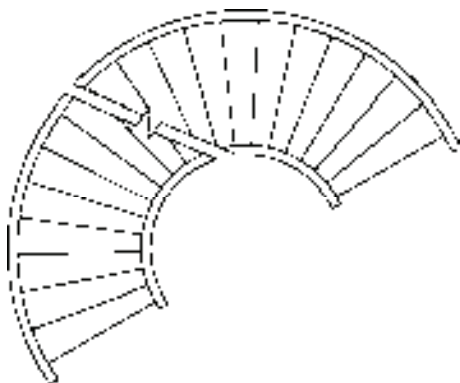

图 6-50 创建扶手
3) 按〈Enter〉键, 即可完成扶手的添加操作, 结果如图 6-50 所示。